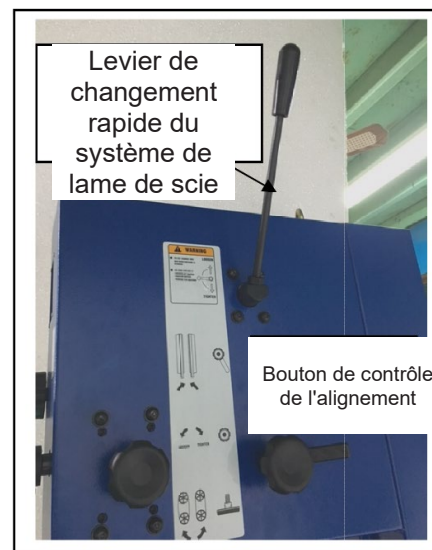

Figure 9
5. Desserrez le levier du système de changement rapide de la lame de scie à l'arrière de la scie à ruban. (Reportez-vous à la Figure 9)
7. Repositionnez la lame au MILIEU de la roue supérieure et inférieure. Si la lame n'est pas dans la bonne position, vous devez desserrer la poignée fixe et régler le bouton de contrôle de l'alignement. (Reportez-vous à la Figure 9)